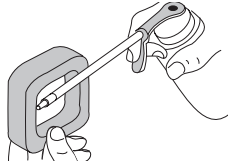

Fig. 27
- Appliquez une quantité suffisante d'huile moteur propre SAE 30 pour enduire légèrement le filtre (Fig. 27).